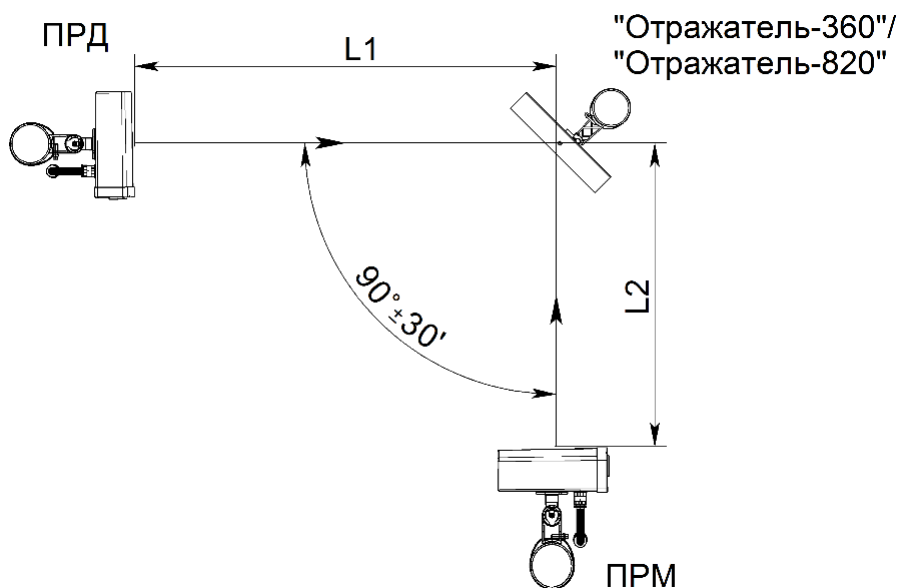

Рисунок 2.11 – Установка извещателей с применением отражателя «Отражатель-360» («Отражатель-820»)
2.3.9.2 При работе извещателей с «Отражателем-360» (см. рисунок 2.11) суммарная длина зоны обнаружения $L1 + L2$ (где $L1$ – расстояние между блоком ПРД и отражателем, $L2$ – расстояние между отражателем и блоком ПРМ) не должна превышать: